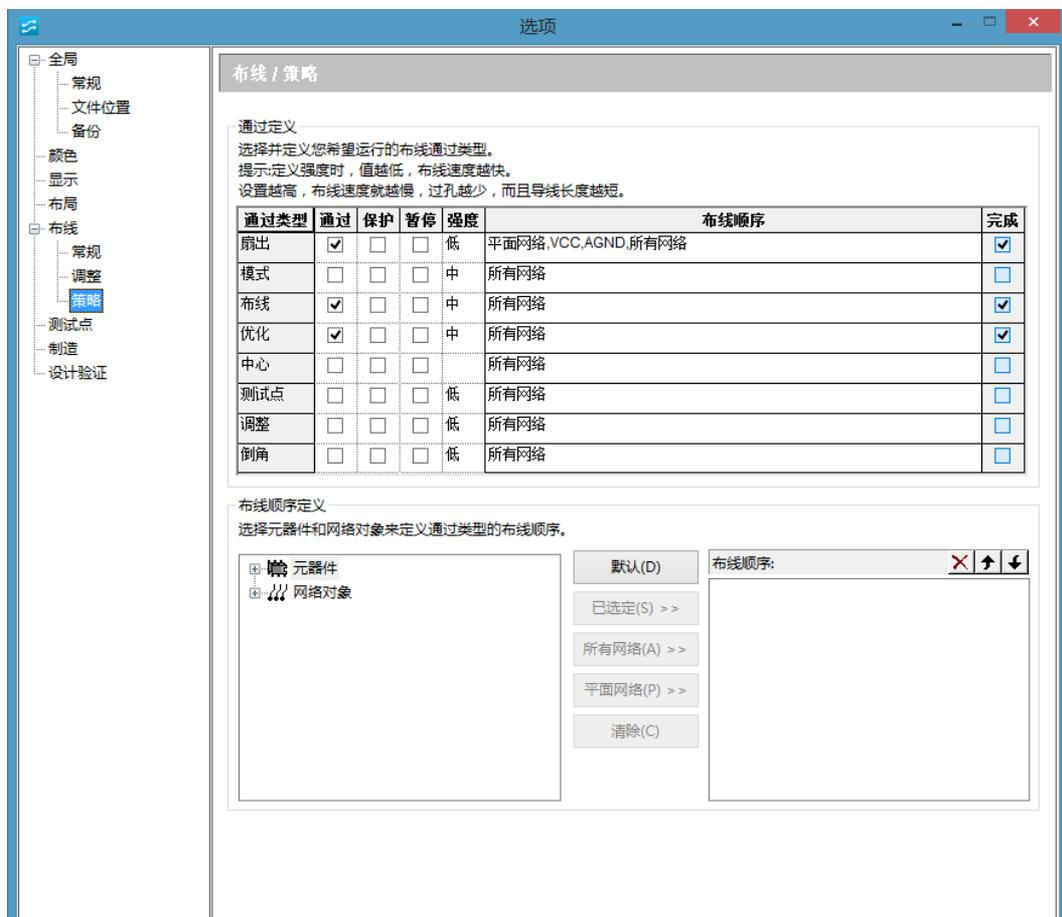

图 11-52 “策略”选项卡
(5) 也可以在 PADS Router 中设置布线策略, 设置方法基本相同。单击标准工具栏上的  图标按钮, 打开“选项”窗口, 选择“策略”选项卡, 如图 11-52 所示。